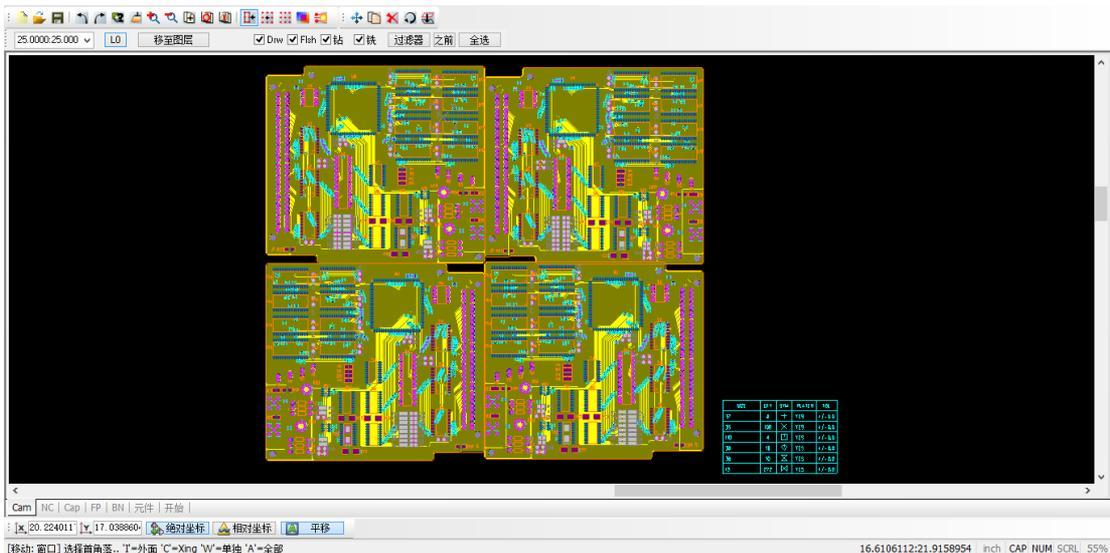

图 17-40 4 联片排版效果
(8) 单击鼠标左键, 进行镜像操作, 单击鼠标右键完成镜像操作。
(9) 完成复制的两联片的镜像操作后, 移动该两联片, 如图 17-40 所示进行放置。之所以需要做镜像操作, 将 4 联片排成阴阳版, 是因为对 PCB 裸板进行进一步加工时, 首先需要刮锡膏, 而为了刮锡膏则需开钢模。排成阴阳版的好处就是可以只开一块钢模, 就可以对 PCB